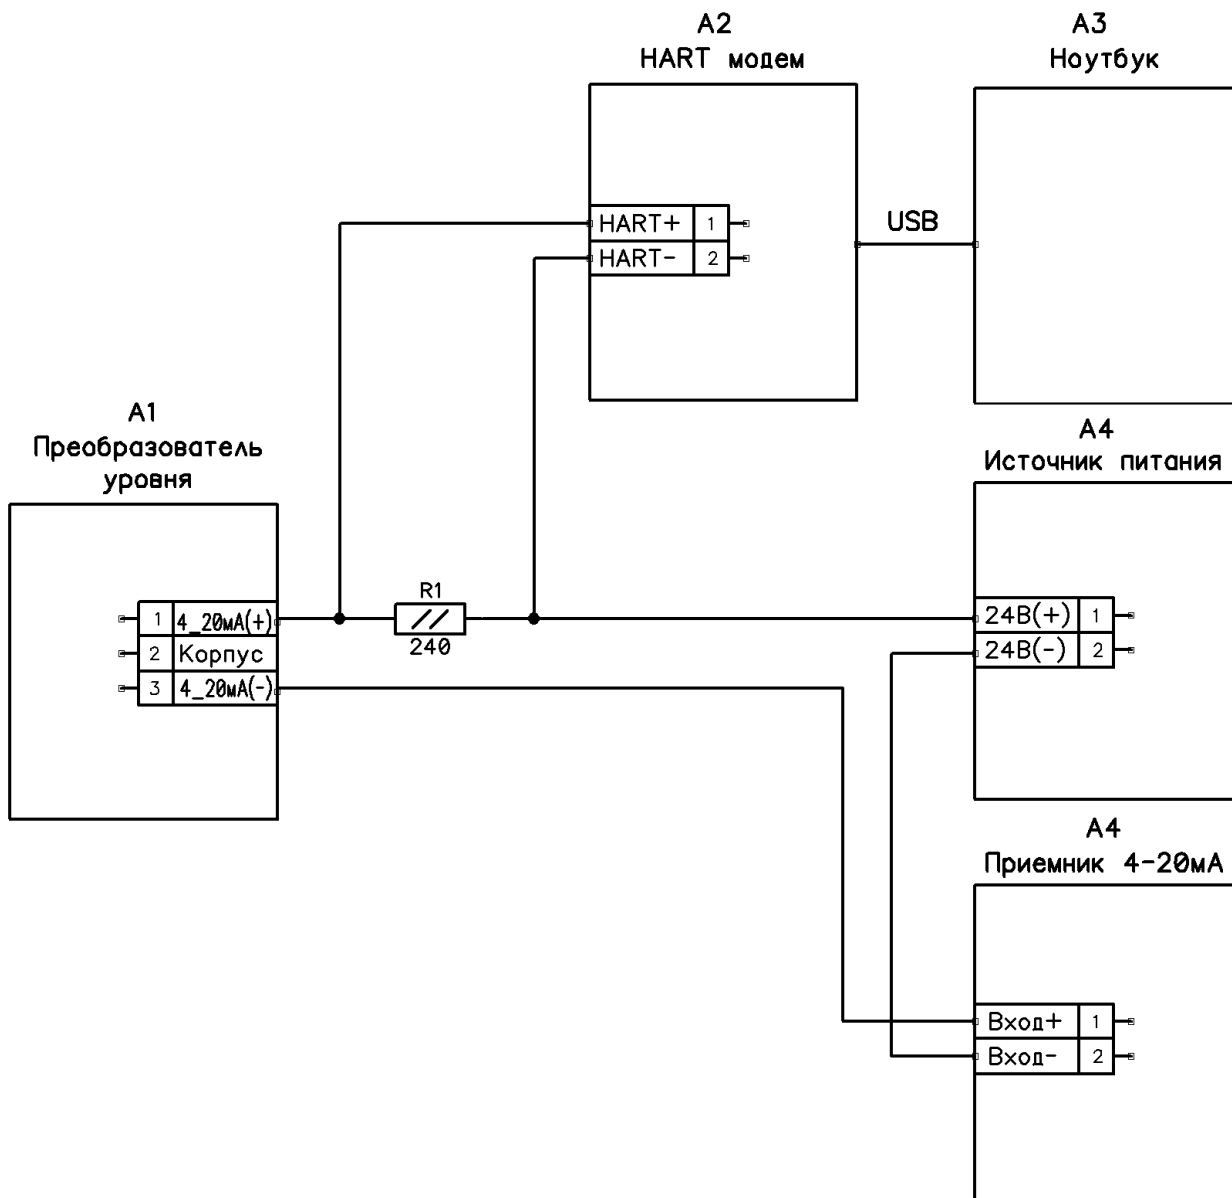

Рис.1 Схема подключения прибора
1. Подключите прибор с HART модемом в соответствии с рис. 1